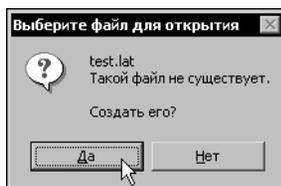

Рис. 21.1. Запрос на создание нового файла библиотеки
4. В ответ на запрос системы (рис. 21.1) подтвердите создание нового файла библиотеки (нажмите кнопку **Да**).